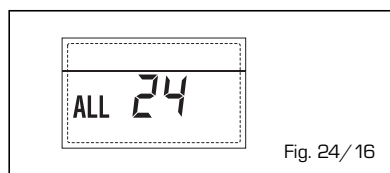

Fig. 24/16
- ANOMALÍA Sonda Acumulador Solar (S2) "ALL 25" (fig. 24/17)